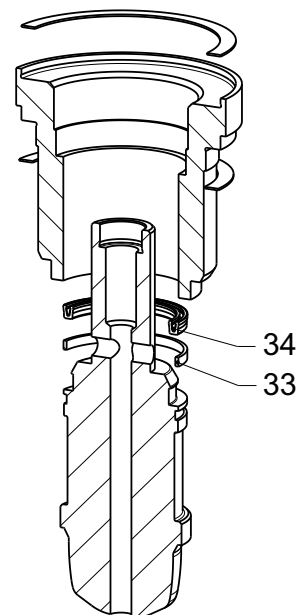

Figure 18 : Clapet d'équilibrage avec chevrons en PTFE
- Utiliser un outil adapté (p. ex. tournevis) pour faire levier sur la garniture de piston (pos. 34) usée et l'extraire de la gorge (rainure) du clapet.
- Insérer la garniture de piston (pos. 34) neuve en veillant à la monter dans la bonne position (voir Figure 18).
- Remplacer la bande de guidage (pos. 33).
- Nettoyer la surface de roulement de la douille de guidage (pos. 32) ; la polir éventuellement avec un abrasif fin.
- Changer 2 joints (pos. 8).
- Fixer avec les écrous (pos. 10) et les serrer en croix.